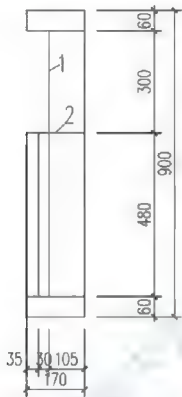

图 4.46 绘制“花瓶”的辅助线
(1) 在阳台旁边，按照图 4.46 所示的尺寸，用【矩形】、【分解】、【偏移】、【修剪】等命令绘制图形。